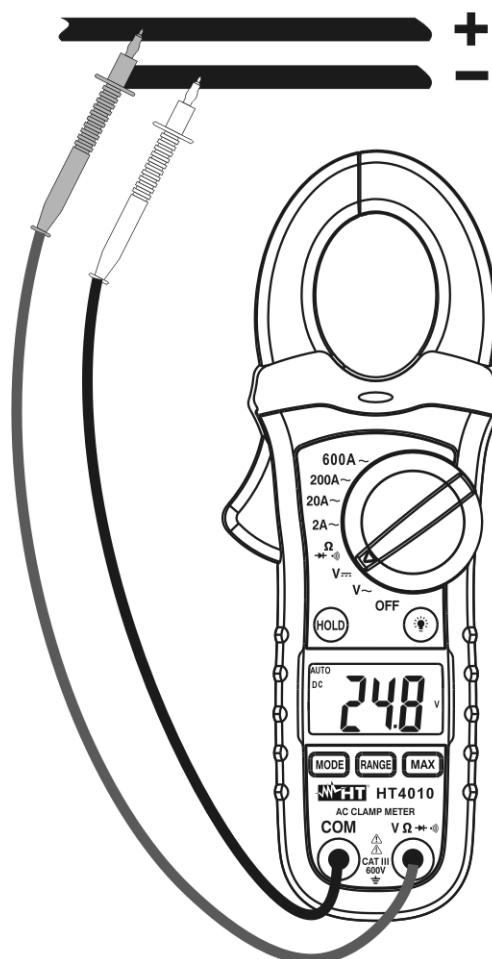

Fig. 2: Uso della pinza per misura di Tensione DC
3. Inserire il cavo rosso nel terminale di ingresso **VΩ►•**) e il cavo nero nel terminale di ingresso **COM** (vedere Fig. 2)
6. La visualizzazione del simbolo "**-**" sul display dello strumento indica che la tensione ha verso opposto rispetto alla connessione di Fig. 2